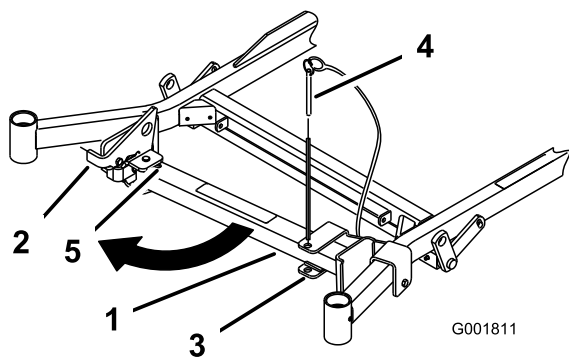
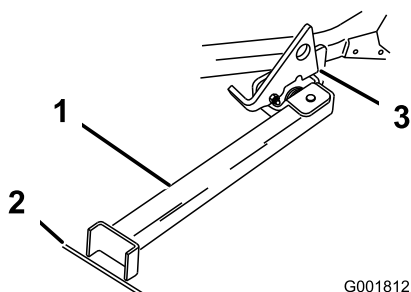

Figure 33
Figure 34
2. Retirez la goupille du support (Figure 33).
- Soulevez le verrou. Dépliez le pied du support et poussez le support vers la machine dans la base de la fente (Figure 33 et Figure 34).
- Posez le pied du support sur le sol et appuyez le verrou sur la languette de pivot (Figure 34).
Remarque: Pour obtenir de meilleurs résultats, placez le pied du support dans des fissures du trottoir ou du gazon (Figure 34).
- Montez la machine sur le support. Arrêtez-vous quand le verrou retombe sur la languette en position verrouillée (Figure 34). Une fois la machine en place sur le support, serrez le frein de stationnement et coupez le moteur.
- Ramenez le support à sa position de repos (Figure 33).